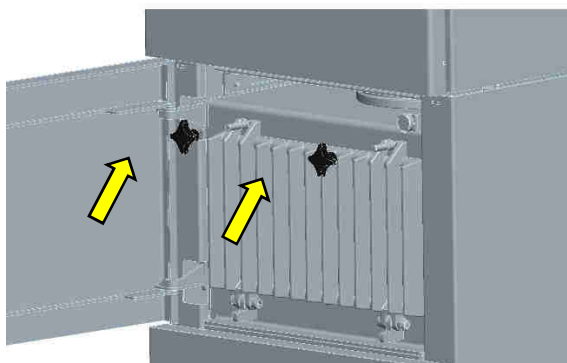

Abb. 10: Revisionsklappe öffnen
1. Die vordere Klappe öffnen (Magnetverschluss), dahinter befindet sich die Revisionsklappe. Die Revisionsklappe öffnen, dazu die beiden Schrauben entfernen (Abb. 10). Die Revisionsklappe beim Öffnen der Schrauben festhalten!
2. Die Revisionsklappe öffnen, siehe Kapitel 7.5 Abb. 10.